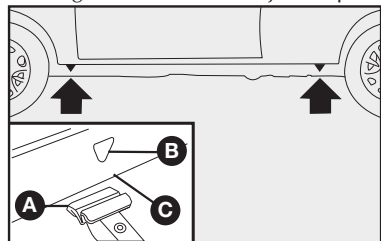

fig. 10
- Coloque el crique donde está marcado el símbolo **O B-fig. 10** cerca de la rueda a ser sustituida y cerciórese de que la ranura **A** del crique esté bien encajada en el larguero **C-fig. 10**.
3) Coloque el crique en el símbolo **O B-fig. 10** cerca de la rueda que va a cambiar y asegúrese de que la ranura **A** del crique esté bien introducida en el larguero **C**.